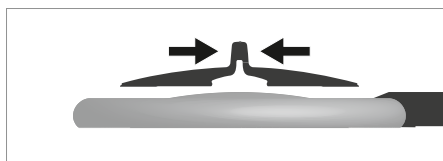

Abb. 2: Lupenabdeckung montieren.
- Drücken Sie die Lupenabdeckung am oberen Teil zusammen, siehe Abb. 2.